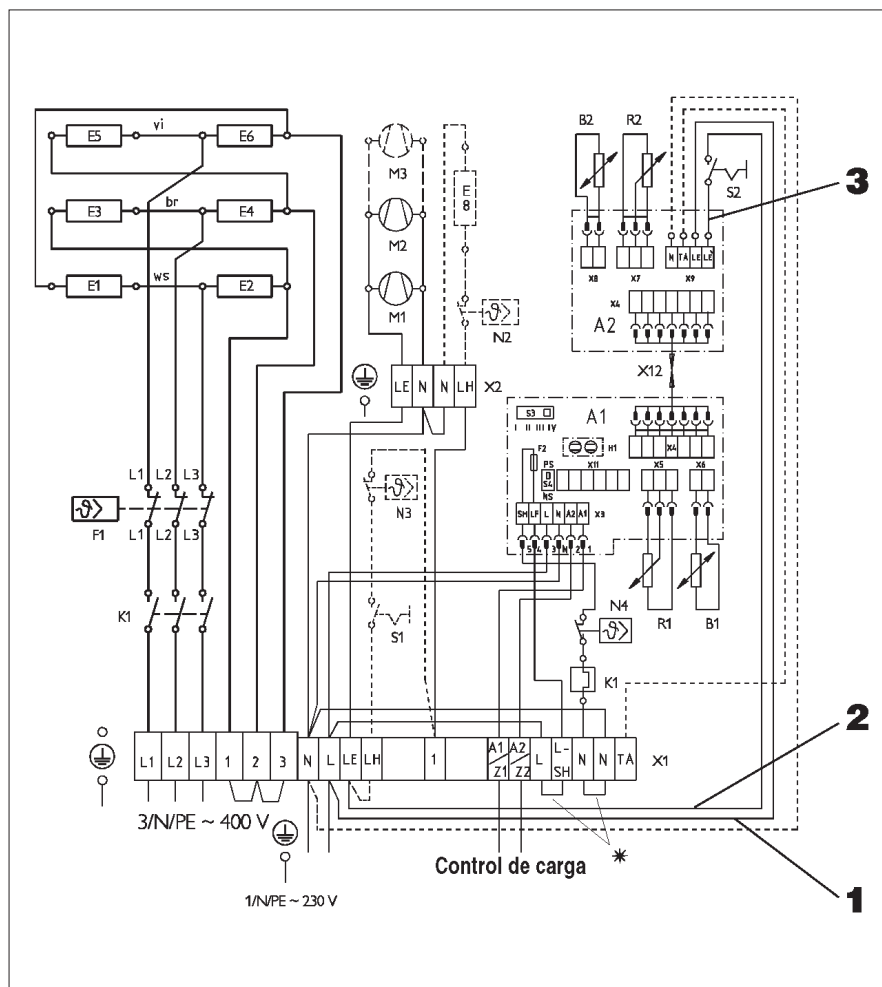

Fig. 4
- 6.** Enchufar el cable de conexión del potenciómetro en el terminal X7 y el cable del sensor de temperatura en el terminal X8 del regulador de descarga A2 (fig. 4 y 5).
- 7.** Realizar el cableado del RTI-E de acuerdo con el esquema eléctrico correspondiente (fig. 4 y 5). Para ello consultar también las tablas 2 y 3 (identificación de los cablecillos).
Designación	Conectar (fig. 4)